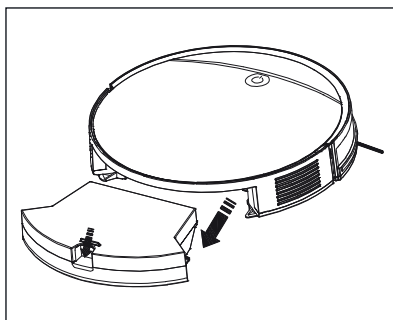

Fig. 7
- 1) Premere il tasto di sblocco **13** del contenitore della polvere **14** ed estrarre quest'ultimo dall'apparecchio (vedere fig. 7).